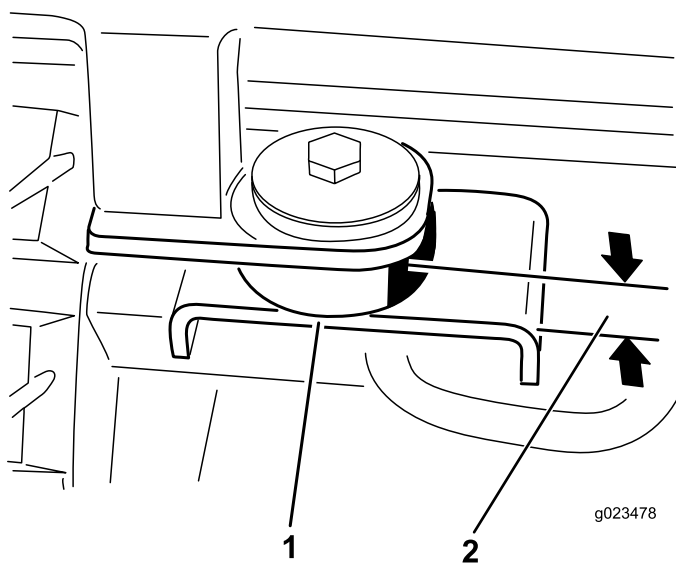

Figura 25
12. En los puntos de montaje traseros, sujete la cabina a la máquina con un perno (1/2 x 3 pulgadas), una arandela de acero (1/2 x 2-1/2 pulgadas), una arandela de goma (1/2 x 2-1/2 pulgadas) y una tuerca (1/2 pulgada), según se muestra en la Figura 25.